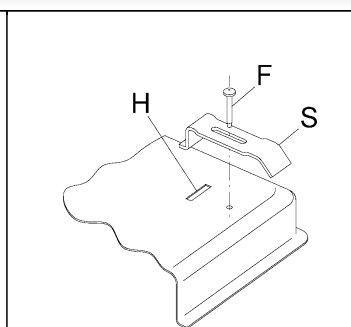

Рис. 10
- Закрепите варочную панель скобами «S», совместив их выступающую часть с прорезями «Н» на нижней поверхности и притянув винтами «F» (рис. 10).